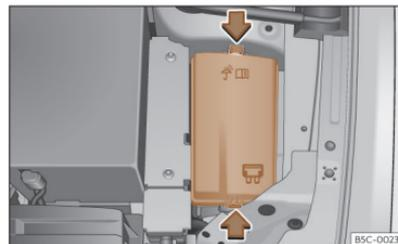

Abb. 211 Im Motorraum: Abdeckung des Sicherungskastens.
- Verriegelungstasten drücken, um die Abdeckung des Sicherungskastens >>> (Abb. 211) zu entriegeln.